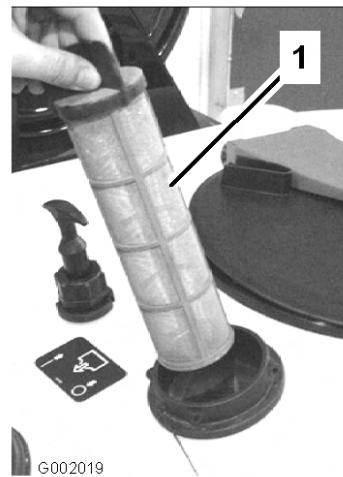

Figure 63
4. Sortez la crêpine d'aspiration de l'orifice (Figure 63).